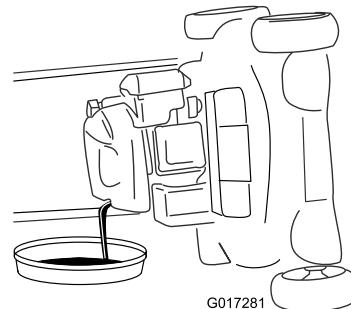

Figure 31
6. Retirez la jauge et vidangez l'huile usagée dans le bac de vidange (Figure 31).